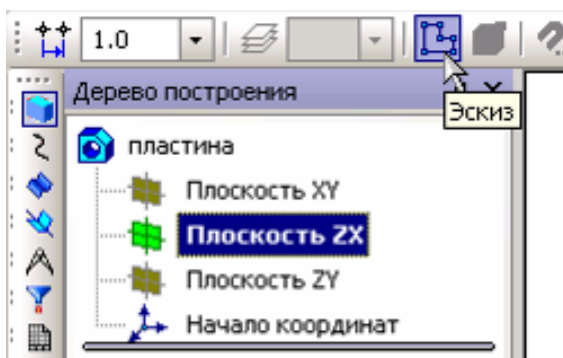

Рис. 3.1.7
3. Створіть ескіз у виділеній площині, для цього натисніть кнопку **Эскиз** на Панелі управління, рис. 3.1.7. Система перейде в режим редагування ескіза. Для елемента видавлювання необхідно виконати наступні вимоги до ескіза: